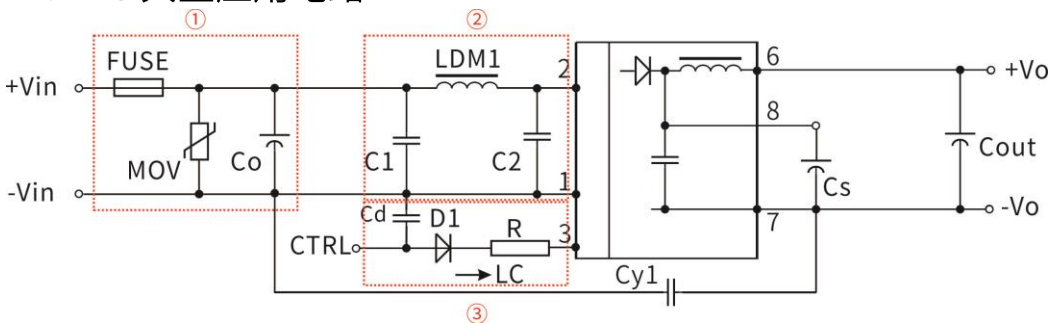

图 3
② 图 3 中第①部分用于 EMS 测试；第②部分用于 EMI 滤波，可依据需求选择；
②VC 为 Ctrl 端相对于输入地 GND 的电压，VD 为 D1 的正向导通压降，IC 为流入 Ctrl 端的电流，一般取 5-10mA，Ctrl 端外围电路如图 3-③；
③若图中元器件无附其参数说明，则此型号外围中不需要这个元器件。